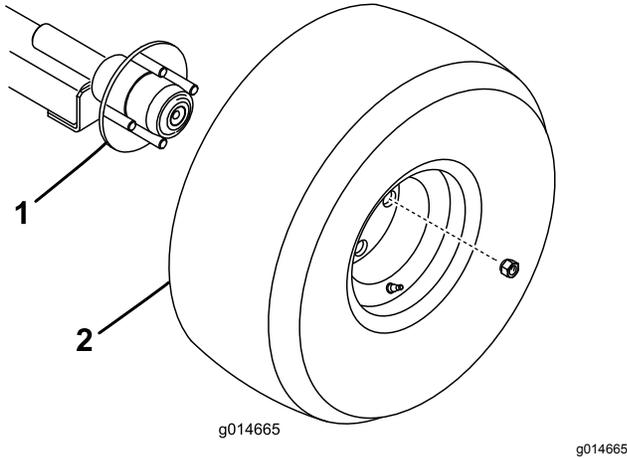

Figura 5
1. Monte un conjunto de rueda en cada cubo del eje con 4 tuercas (Figura 5). Apriete las tuercas a 108 N·m.